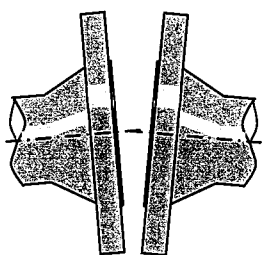

図1 平行度が悪い
- 相対するフランジの平行度が出ていないと片締めの原因となりますので、正しい位置に補正してください。（図1参照）